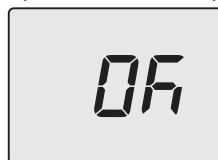

Figura 5.43
- Premendo il tasto 13 (Figura 5.38) si ottiene la conferma del valore inserito. Il display visualizzerà per 5 sec. quanto segue (Figura 5.43) poi, si porterà al livello superiore.